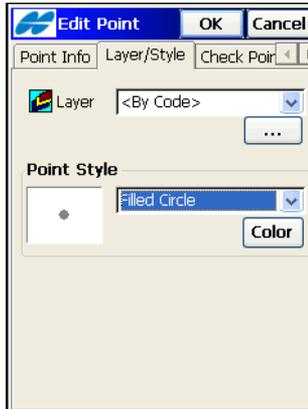

Abbildung 6-4. Layer und Punktstil auswählen
4. Wählen Sie auf dem Register *Layer/Stil* (siehe Abbildung 6-4 auf Seite 6-4) den Layer, in dem der Punkt abgelegt wird, sowie